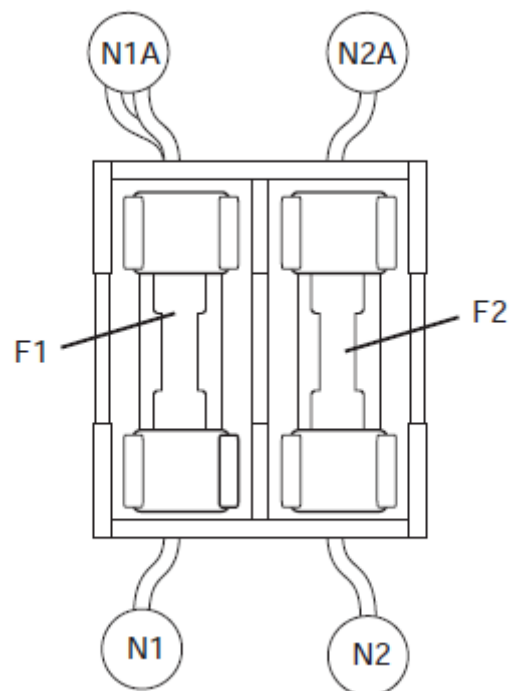

Рисунок 8. Патрон плавкого предохранителя и предохранители
- Вынуть предохранители F1 и F2 из патронов (смотреть рисунок 8).